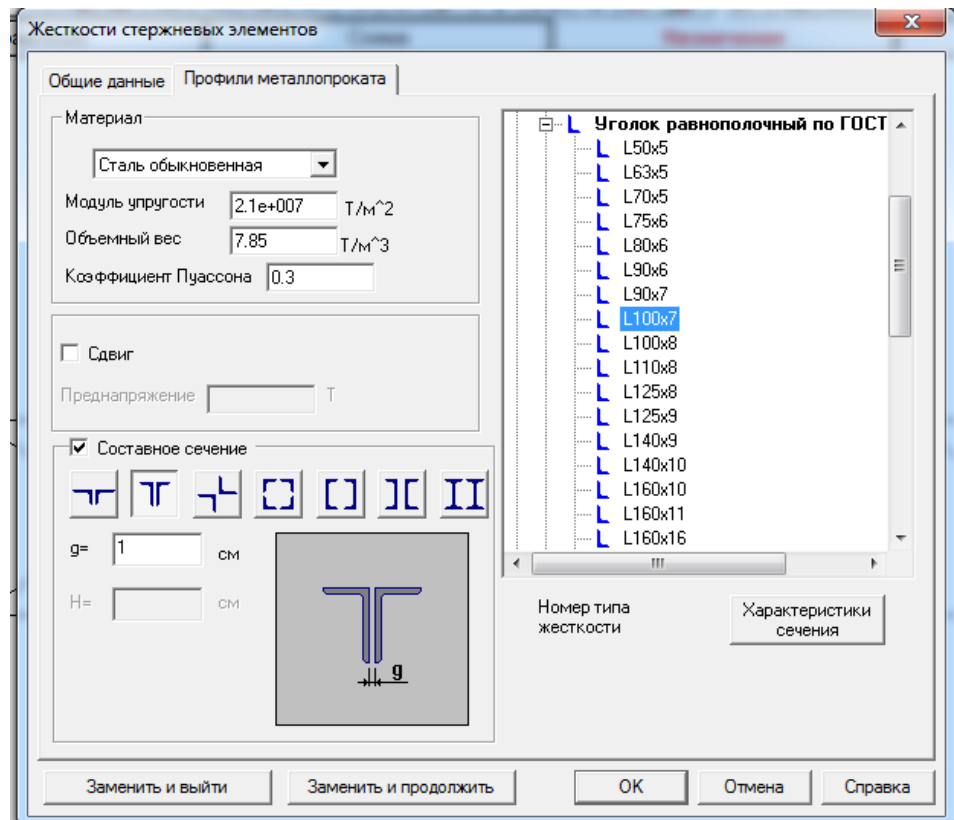

Рисунок 2.10 - Задание сечения элементов в виде спаренных уголков
8. Жесткость стержней назначается на второй странице **Профили металлопроката** диалогового окна **Жесткости стержневых элементов**, ставится маркер рядом с опцией **Составное сечение** и из списка выбирается поперечное сечение в виде спаренных уголков (рис. 2.10).